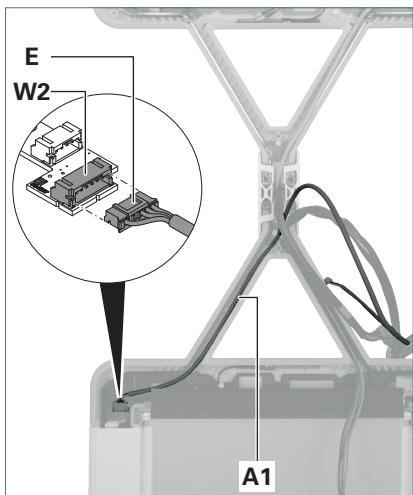

Fig. 11: Steuerleitung anschließen.
- ▶ Legen Sie die Steuerleitung **A1** des Litzensatzes in den Tragarm des Leuchtenkopfs 2, siehe Fig. 11.